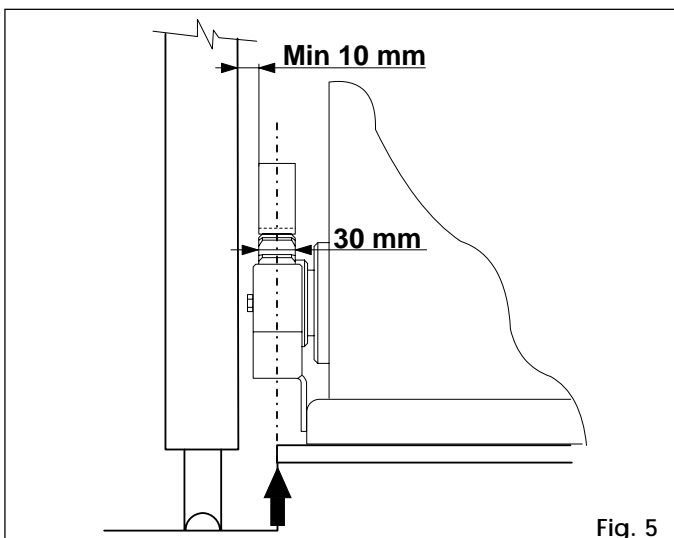
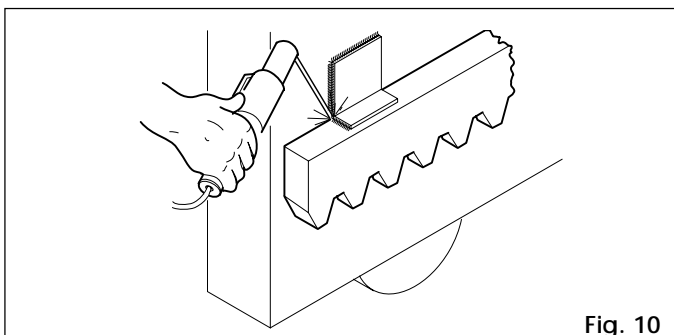

Fig. 5
Fig. 10
Pour les cotes de positionnement, voir fig. 5.
- 3) Ajuster la hauteur des pieds en maintenant soulevé le motoréducteur de la plaque de 1 cm et à une distance du portail comme indiqué fig. 5 et 9.
**Important:** Pour la fixation de la crémaillère sur le portail, il faut construire des supports adaptés au type de portail à motoriser. La fig. 10 montre un exemple de fixation par équerre support. Pour leur positionnement, voir fig. 5 et 9.